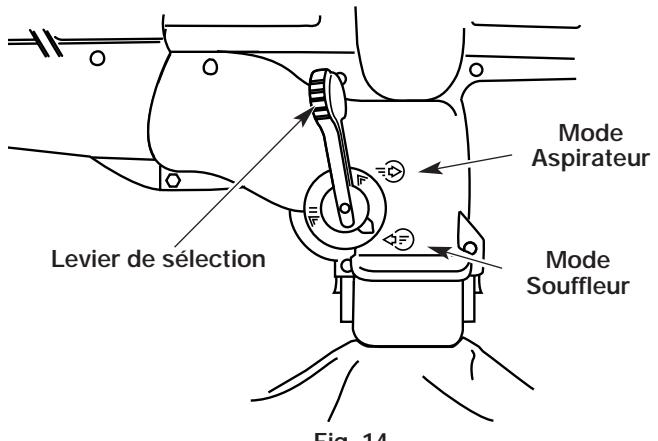

Fig. 14
- Mettez le levier de sélection souffleur/aspirateur en position haute (mode Souffleur) (Fig. 14).